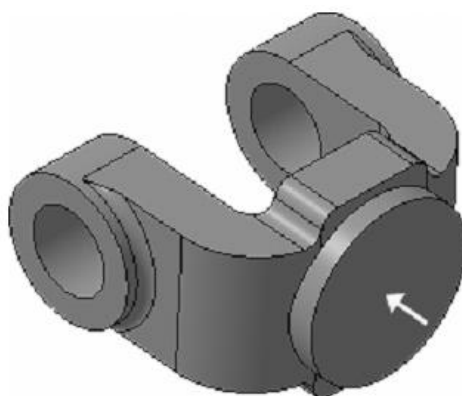

Рисунок 36.
8. Нажмите кнопку Создать объект (рис. 36).